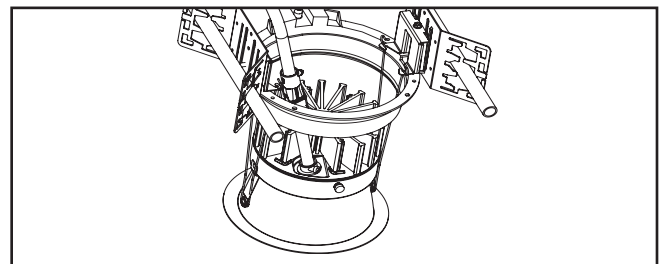

Figura 11.
8. Instale el motor de la luminaria LED y la unidad de la moldura insertando los muelles de torsión en los receptores del muelle ubicados dentro del alojamiento (Figura 11.).